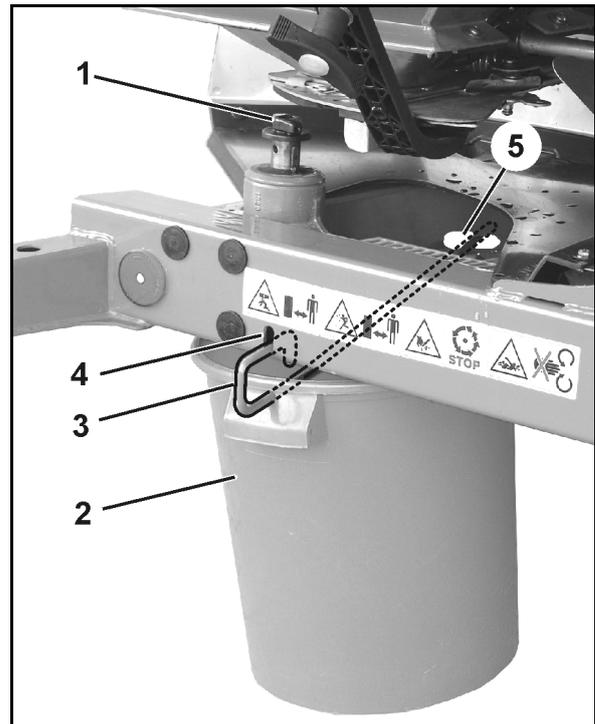

Fig. 52
- 2.1 Dévissez la vis à ailettes (Fig. 52/1) fixant le disque d'épandage et retirez ce dernier de l'arbre de boîtier.
3. Accrochez l'auge d'étalonnage (Fig. 52/2) à l'aide de l'étrier (Fig. 52/3) sur les points d'accrochage (Fig. 52/4 et Fig. 52/5) fixés au châssis.